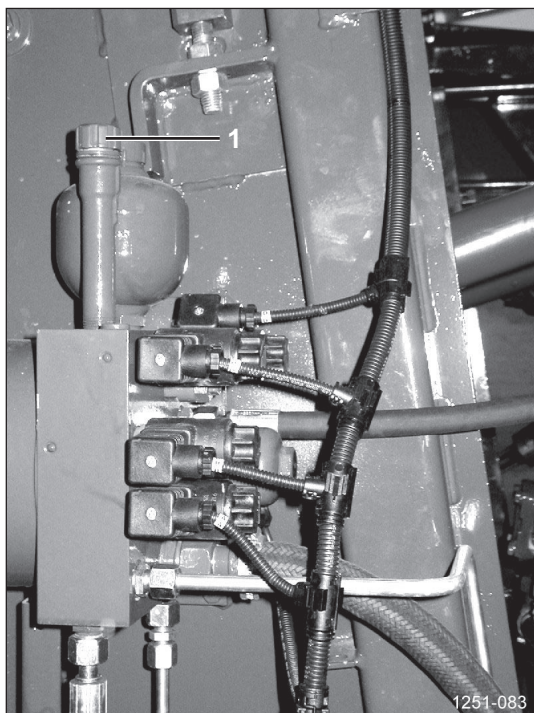

Рисунок 101
- компактный гидравлический блок с электромагнитными клапанами, предохранительным клапаном и масляным резервуаром позади правого ящика для шпата (Рисунок 101)
- ❑ Выкрутите резьбовую пробку маслозаливной горловины [1] (Рисунок 101).